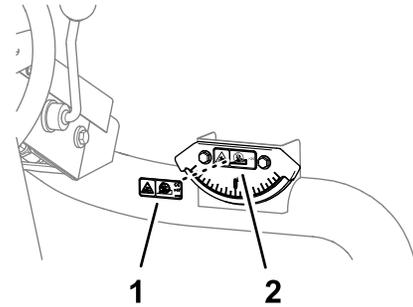

图 39
1. 用酒精擦拭坡度指示器上的倾斜标贴并让标贴干燥图 39。
2. 撕去 CE 倾斜危险标贴的背衬并将其贴到坡度指示器上的倾斜标贴上图 39。